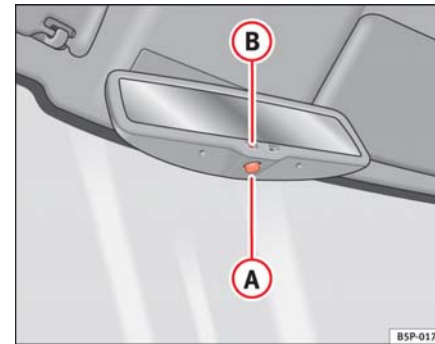

Fig. 87 Retrovisor interior con ajuste automático para posición antideslumbrante.
- Pulse la tecla **A** ⇒ fig. 87. El testigo de control **B** se apaga.
- Pulse la tecla **A** ⇒ fig. 87. El testigo de control se enciende.